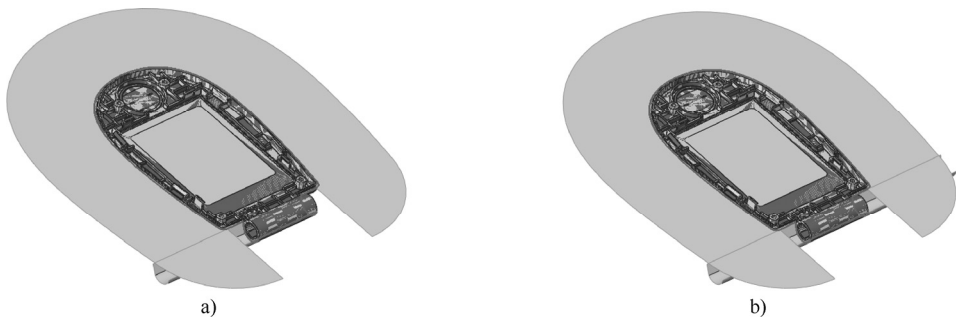

图 10-55 创建延展曲面操作 2
STEP 5 通过与 **STEP 4** 相同的操作，以“前视基准面”为参照面，在手机壳的两侧创建延展曲面，如图 10-55 所示。